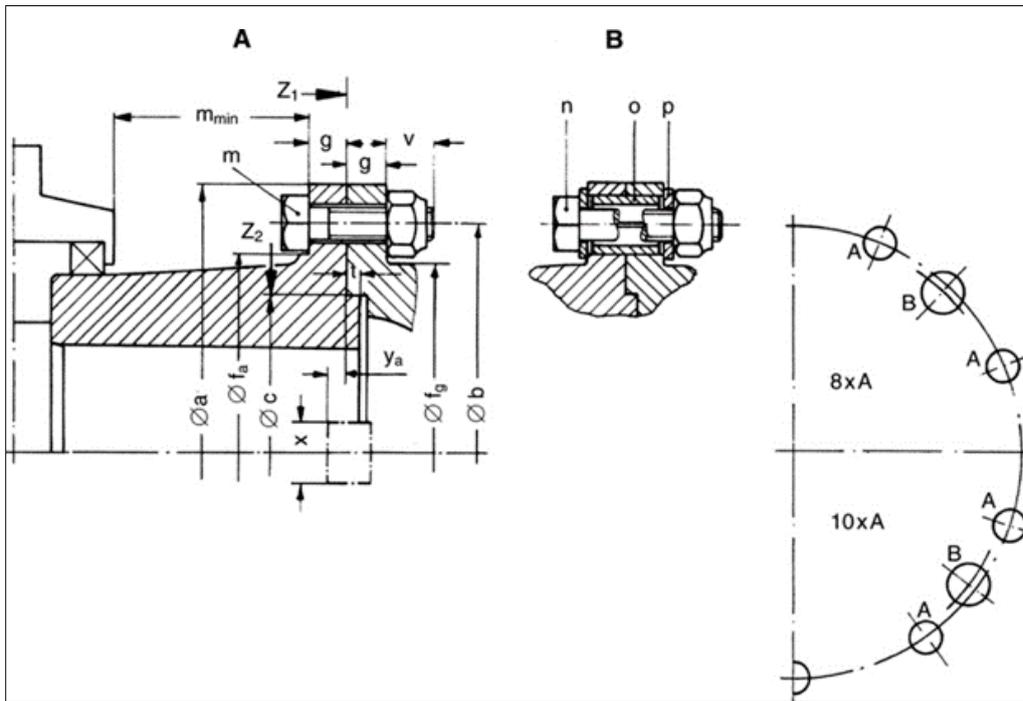

Abb. 6.1: Abmessungen der Anschlussflansche und Verschraubungen
- ⇒ Werkstoff wählen, der die Verwendung von Schrauben der Festigkeitsklasse 10.9 erlaubt (→ Abb. 6.1).
Die Abmessungen der Anschlussflansche (→ Abb. 6.1 und Tab. 6.2) entsprechen denen der jeweiligen Gelenkwelle.